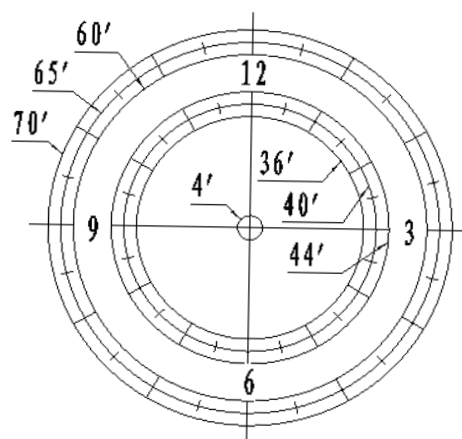

图8
4. 按控制手柄“◀”或“▶”箭头转动赤经轴使其极轴镜中分化板转到正时钟位置（图8），带水平泡的极轴镜只需将水平泡调到水平即可。